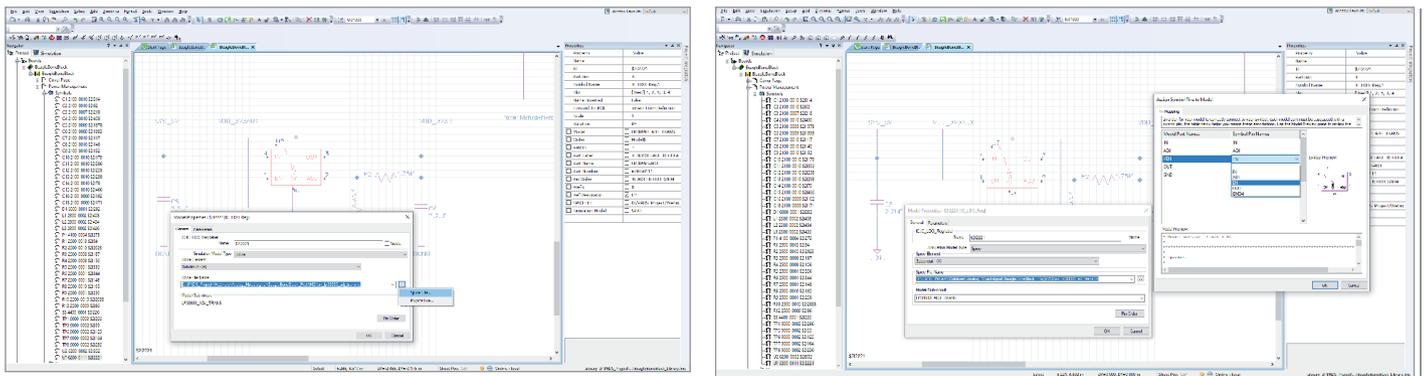

Рис. 16
При назначении модели LDO я могу выбрать ранее скачанную мной модель, хранящуюся на локальном диске, нажав на три точки рядом со *Spice File Name* (рис. 16а). Поскольку символ компонента и файл модели не являются стандартными для библиотеки AMS, то для правильного моделирования необходимо
сопоставить выводы, указанные в модели, с выводами на символе (рис. 16б). После того как мы назначили все необходимые модели, необходимо задать источники питания. Я хочу посмотреть, как LDO работает при запуске, поэтому настрою источник напряжения на выводе (EN) так, чтобы через 1 мс он достиг значения 3,3 В. Это будет имитировать выход 3,3 В с микросхемы РМІС. Для этого я следую тому же самому процессу, который показывал ранее, чтобы добавить кусочно-линейный источник питания на пин включения (EN). В завершение назначу источник 5 В на входной пин (IN) и землю на соответствующие земляные контакты. Добавив модели источников непосредственно к нужным цепям вместо того чтобы добавлять отдельные символы для моделирования, я могу сохранить схему в ее первоначальном состоянии. Запустив моделирование во временной области (до 5 мс) и проанализировав выходной сигнал, можно четко увидеть включение устройства при достижении напряжения на пине (EN) 3,3 В. Применив инструменты для измерения